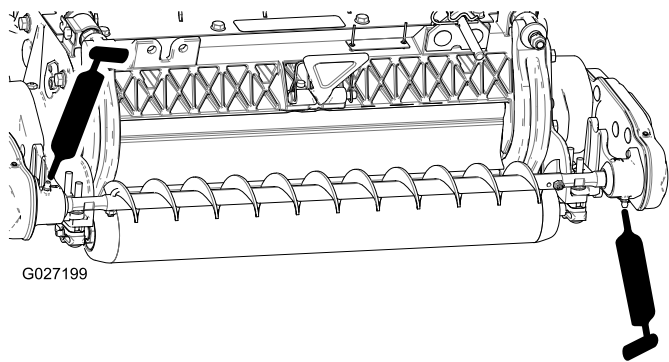

Рисунок 17
3. Заправьте масленки на каждом корпусе подшипника щетки катка консистентной смазкой № 2 на литиевой основе (Рисунок 17).